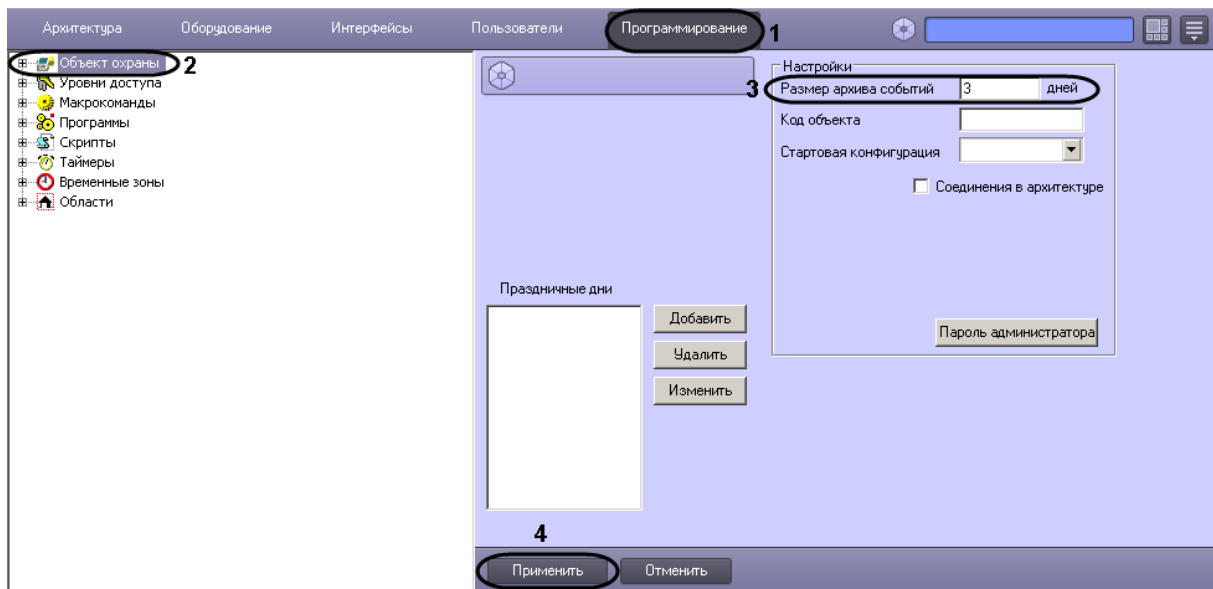

Рис. 6.5—4 Настройка срока хранения журнала событий в базе данных
2. Перейти на панель настройки объекта **Объект охраны** (см. Рис. 6.5—4, 2).
3. Ввести срок хранения журнала событий в базе данных в поле **Размер архива событий** (см. Рис. 6.5—4, 3).